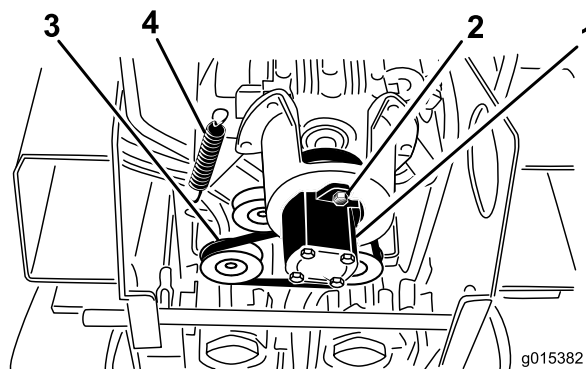

Figura 52
5. Afloje los 2 pernos de la bomba (Figura 52).
6. Gire la bomba en el sentido contrario a las agujas del reloj y deje que se separe de la polea (Figura 52).
7. Usando una herramienta especial para retirar muelles (póngase en contacto con su Servicio Técnico Autorizado), retire el extremo del muelle del perno para aliviar la tensión de la correa (Figura 52).